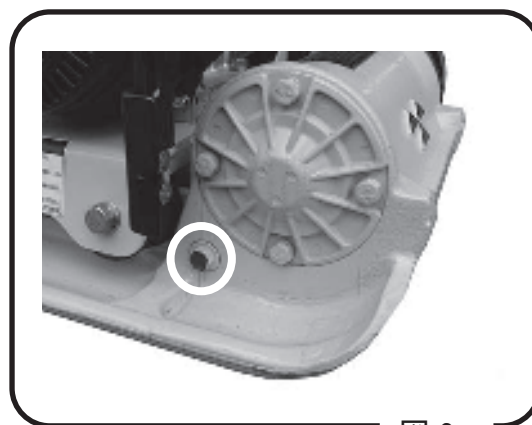

図 2
- 6 本機を水平にして起振体のオイルレベルプラグを外し、起振体オイルが口元まで入っているか確認して下さい。オイルレベルプラグは起振体ケース右側面（反ベルト側）にあります。（図 2）起振体オイルはエンジンオイル #10W-30 を使用して下さい。油量は 300cc です。